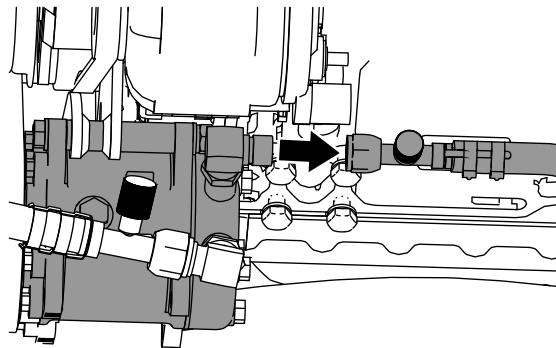

図 45
3. キャブユニットからのエアコン用高圧ホース3/4インチを、図45に示すように90度フィッティング3/4インチに接続する。